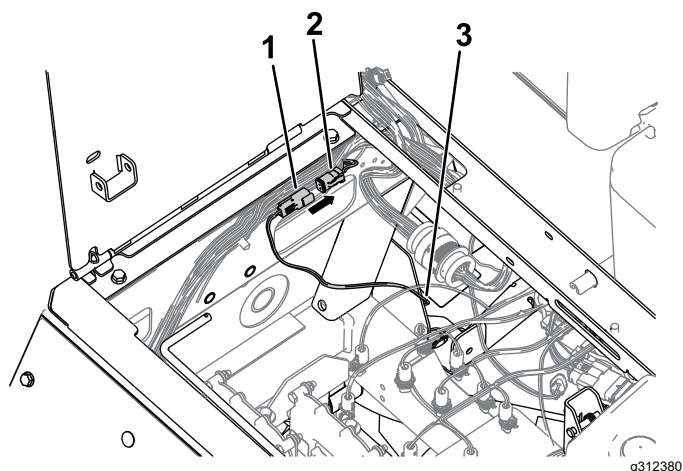

Figure 25
2. Branchez le connecteur libre du faisceau de solénoïde sur le connecteur du faisceau de la machine sous le siège (Figure 25).